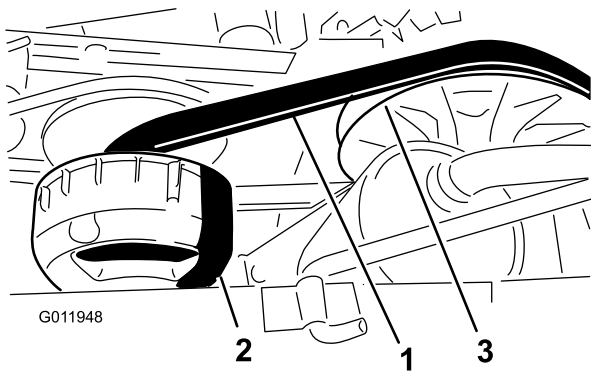

Figure 72
4. Faites tourner la courroie (Figure 72) et vérifiez qu'elle n'est pas excessivement usée ou endommagée.
3. Faites tourner la courroie et faites-la passer sur l'embrayage secondaire (Figure 72).
4. Enlevez la courroie de l'embrayage primaire (Figure 72).
5. Alignez la courroie neuve sur l'embrayage principal (Figure 72).
6. Faites tourner la courroie et faites-la passer sur l'embrayage secondaire (Figure 72).